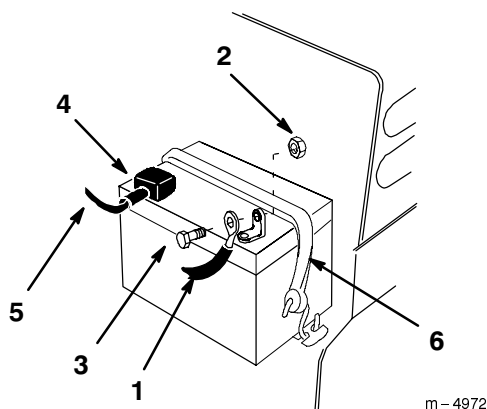

Figure 36
4. Débranchez le câble négatif (noir) de mise à la masse de la borne de la batterie (Fig. 36).
5. Enlevez le capuchon en caoutchouc qui se trouve sur le câble positif. Débranchez le câble positif (rouge) de la borne de la batterie (Fig. 36).
6. Enlevez la sangle de maintien de la batterie (Fig. 36). Déposez la batterie de la machine.
2. Fixez-la en place à l'aide de la sangle de maintien (Fig. 36).
3. Connectez le câble positif (rouge) à la borne positive (+) de la batterie à l'aide du boulon et de l'érou (Fig. 36). Glissez le capuchon de caoutchouc sur la borne de la batterie.
4. Connectez le câble négatif (noir) à la borne négative (-) de la batterie à l'aide du boulon et de l'érou (Fig. 36).